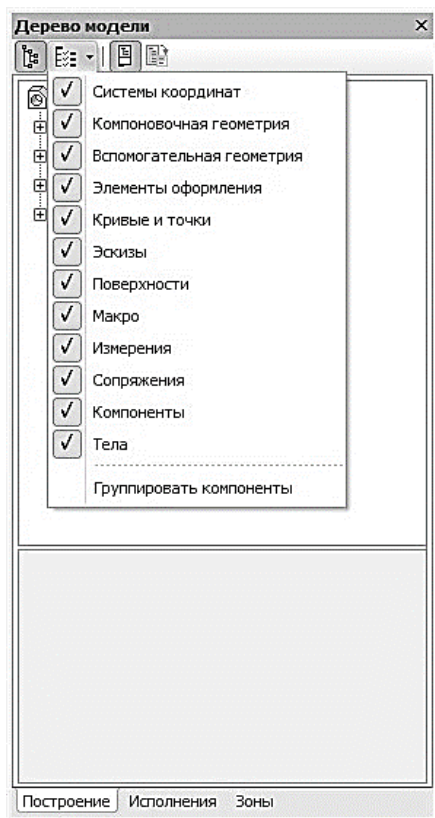

Рис. 159. Раскрывающийся список состава Дерева модели
- состав Древа модели (рис. 159) позволяет выбрать группы объектов, которые следует отображать в Древе модели (кнопка активна только в режиме отображения структуры модели);